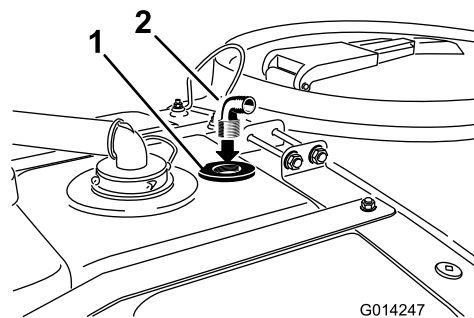

Figura 16
4. Instale el acoplamiento de 90° en el orificio roscado del pasamuros (Figura 16).